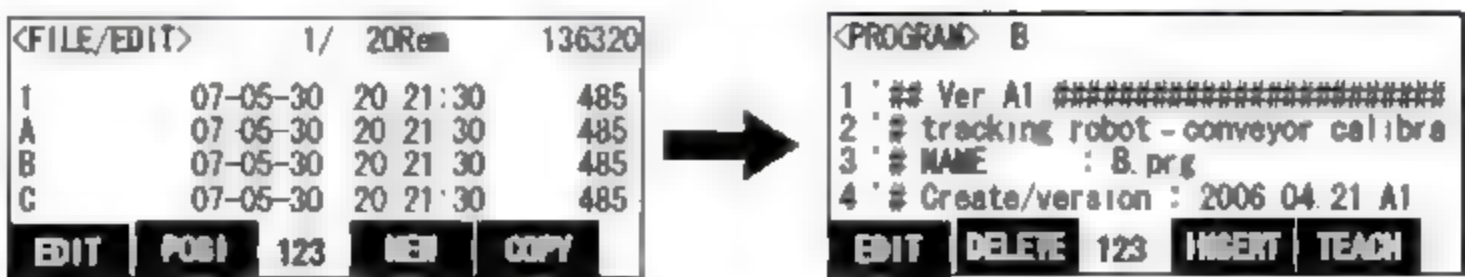

图 29 15 < PROGRAM >屏幕
在机器人上装一个标定用的测针——针尖状检具便于对准工件标记点,如图 29 9 所示。
- (3) 在屏幕上出现< TITLE >时,按下 Exe 键,出现< MENU >屏幕,如图 29 13 所示。